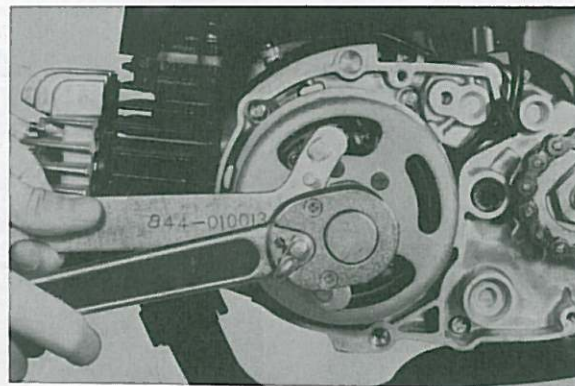

Fig. 3-1-7
13. Remove case cover (L).
15. Remove flywheel securing nut using magnet holder. Note the position and direction of the washers. (Fig. 3-1-7) Install flywheel puller on flywheel and tighten it.
15. Enlever l'écrou de fixation du volant en se servant de la clé de maintien du volant. Noter la position et l'orientation des rondelles. (Fig. 3-1-7) Installer l'arrache-volant sur le volant, et le serrer.
15. Schwungrad-Befestigungsmutter mittels Magnethalter abnehmen; Position und Richtung der Unterlegescheiben notieren. (Fig. 3-1-7) Abziehwerkzeug am Schwungrad anbringen und festziehen.